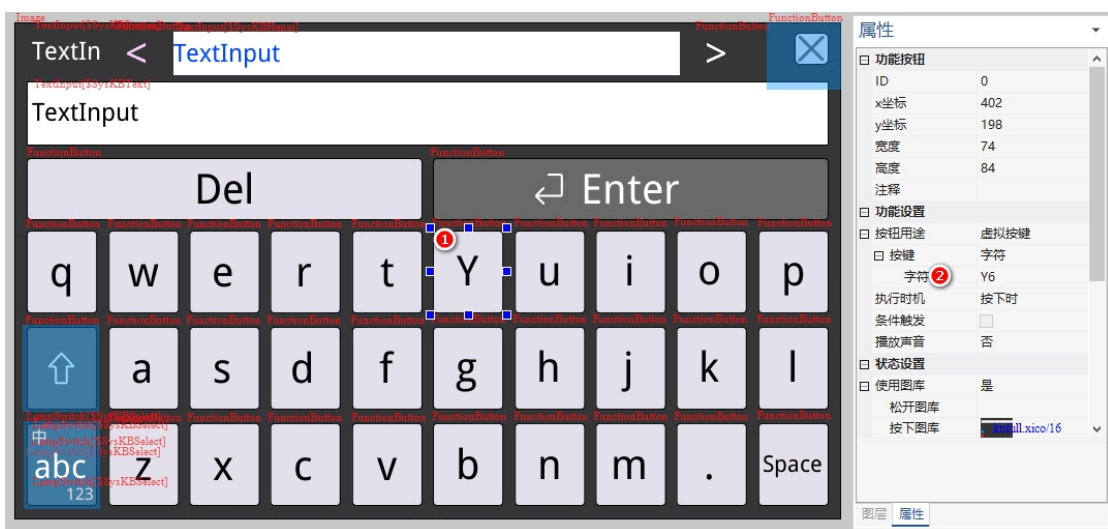

图 15-4 修改键值
1. 点击需要修改键值的控件，在右侧属性中找到“字符”输入栏，将字符“y6”改为“Y6”，如图 15-4 所示：